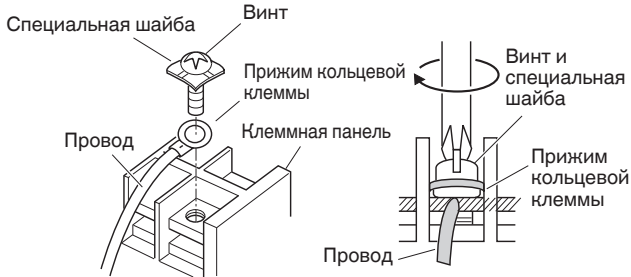

Рис. 4-6
- (2) С помощью крестообразной отвертки открутите винты клеммы на клеммной панели.
- (3) С помощью зажима кольцевой клеммы или клещей надежно зафиксируйте каждый оголенный конец провода с помощью прижима кольцевой клеммы.
- (4) Установите прижим кольцевой клеммы, установите на место и затяните с помощью отвертки снятый винт клеммы. (Рис. 4-6)